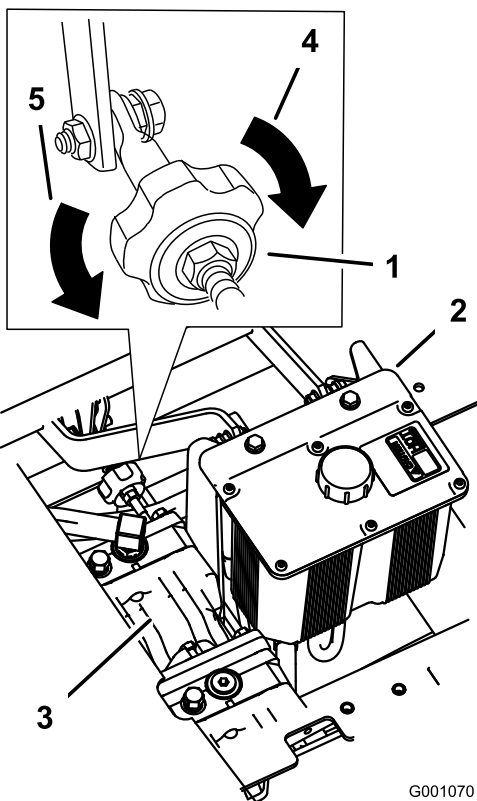

Figure 78
2. Réglez la longueur de la tige de pompe en tournant le bouton dans le sens voulu, jusqu'à ce que la roue soit immobilisée ou tourne légèrement en arrière (Figure 78).